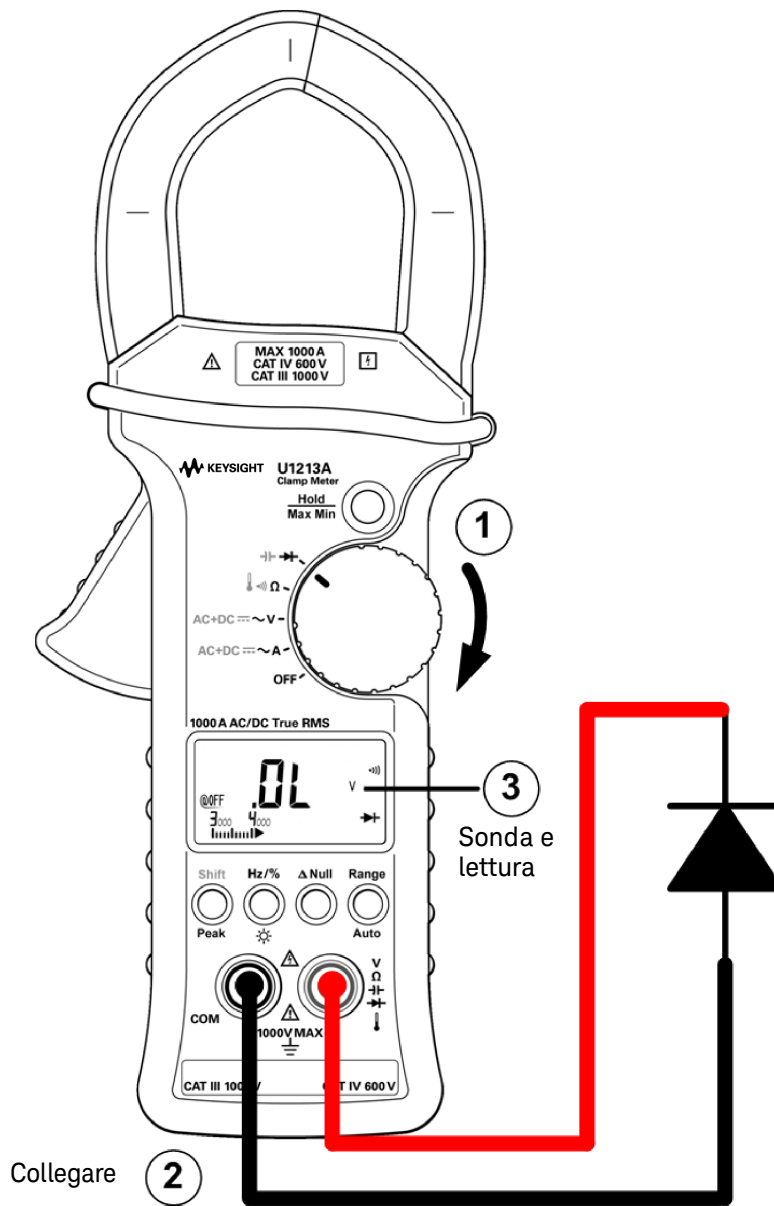

Figura 2-6 Misurazione del diodo (polarizzazione inversa)
- 4 Invertire le sonde e misurare nuovamente la tensione nel diodo. (Vedere Figura 2-6 a pagina 45). Valutare il diodo in base alle seguenti istruzioni: